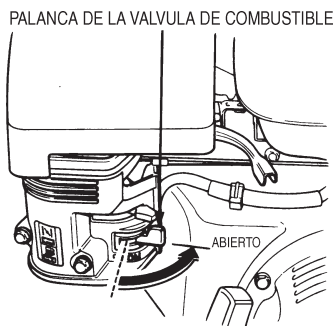

Figura 10. Palanca de cerrado de combustible
1. Mueva la palanca de cierre del combustible (Figura 10) a la posición "ON" "ABIERTO".